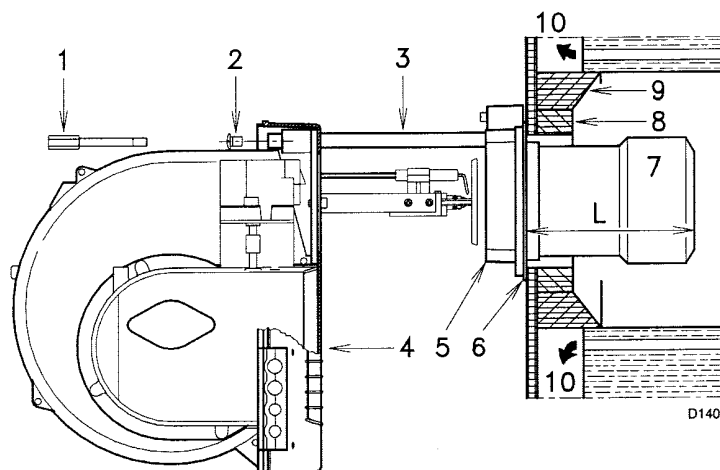
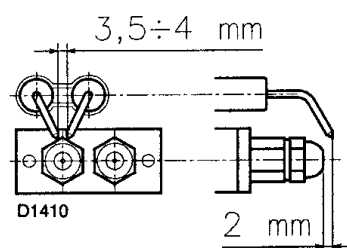

Рис. 7
Рис. 9
### ДЛИНА ГОЛОВКИ (Рис. 7)
### УСТАНОВКА ГОРЕЛКИ НА КОТЕЛ (Рис. 7)
Форсунка для 1-й ступени находится под электродами зажигания, рис.9. Проверьте, чтобы электроды были установлены так, как показано на рисунке 9. После этого установите горелку (4) (рис. 7) на направляющие (3) и продвиньте ее до фланца (5), при этом держите горелку слегка приподнятой, чтобы диск стабилизации пламени не застрял в головке горелки.